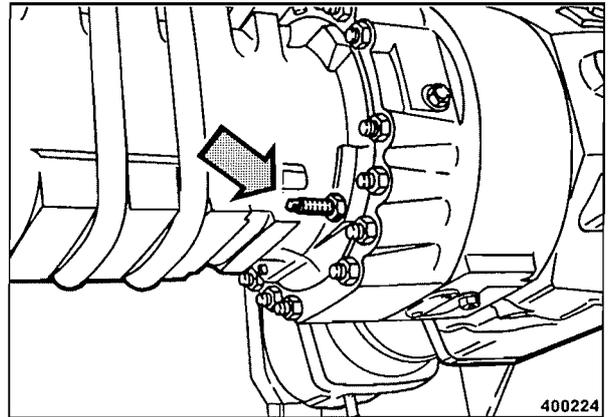

Fig. 49
- Soltar la contratuerca (Fig. 49), enroscar husillos roscados (2 piezas por lados opuestos) uniformemente por cada lado del eje hasta el freno se haya soltado.